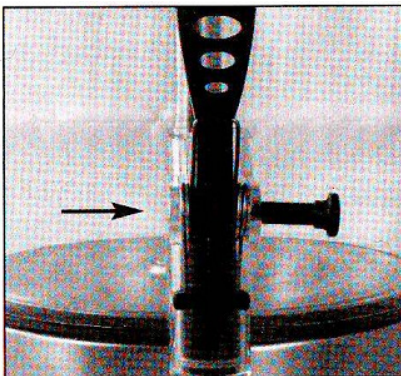

Рис.2
4. Снимите кран, вытащив соответствующий штифт (рис.2).